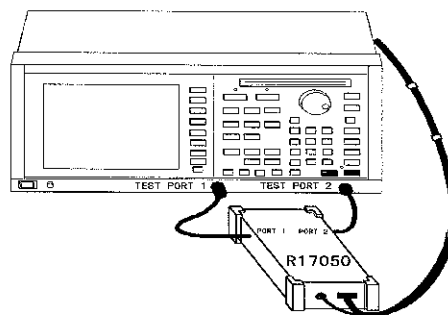

図 2-4 RFポートの接続
- ② 本器のRFポートと、ネットワーク・アナライザの測定ポートを接続します(図 2-4 参照)。